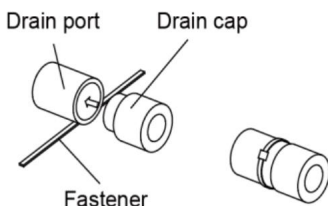

Рис. 4.24
- (8). Під час використання зливного отвору з правого боку пристрою знову встановить зливну кришку, щоб лівий зливний отвір (рис. 4.24).